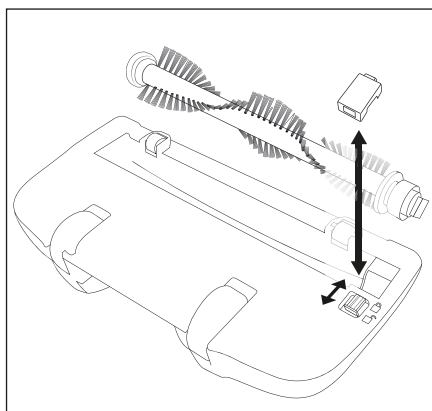

Fig. 5
- Glissez le verrouillage sur le cache en direction de l'icône  et retirez le cache (fig. 5).
- Remettez le cache en place et verrouillez-le jusqu'à ce qu'il s'enclenche. Le cache s'enclenche lorsque le verrouillage glisse automatiquement en direction  (fig. 5).